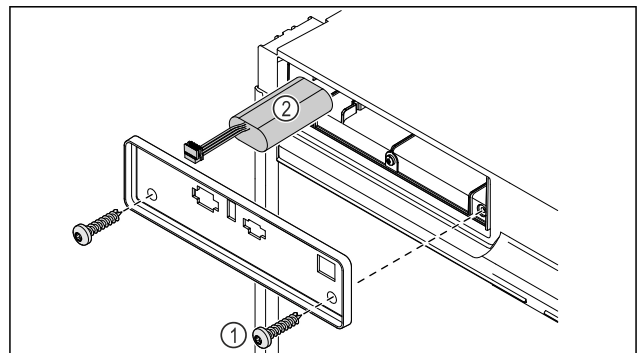

Fig. 231
- Schrauben herausdrehen und Abdeckung auf der Rückseite des Gerätes entfernen *Fig. 231 (1)*.
- Batterie abstecken und herausnehmen *Fig. 231 (2)*.